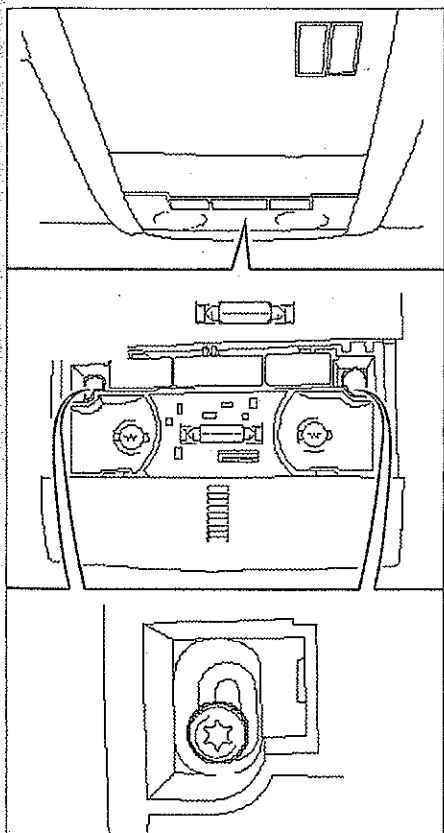

FIG. 68
- los techos delantero y trasero (fig. 68).